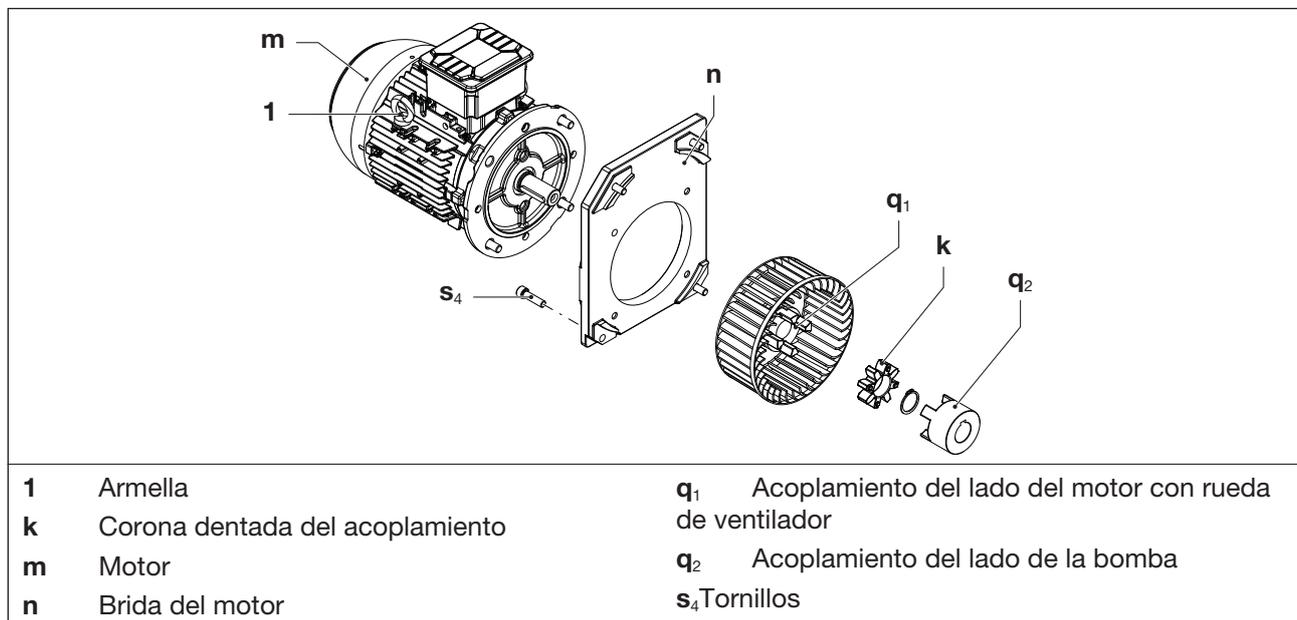

Fig. 9 Acoplamiento
La corona dentada del acoplamiento (Fig. 9/k) se desgasta. Recomendamos revisarla con regularidad (una vez al año).
- Apretar bien la armella (Fig. 9/1) en el motor (Fig. 9/m).
- d) Aflojar los tornillos (Fig. 9/s4) en la brida del motor (Fig. 9/n).
- e) Extraer axialmente la brida del motor (Fig. 9/n) con el motor y su parte del acoplamiento (Fig. 9/q1) y suspenderlo mediante el equipo de elevación.
- f) Comprobar la corona dentada (Fig. 9/k) en busca de daños y desgaste y, dado el caso, cambiarla.
- g) Comprobar asimismo si la rueda del ventilador del acoplamiento del lado del motor (Fig. 9/q1) está dañada y sustituirla si es necesario.
- h) Volver a colocar axialmente el acoplamiento del lado del motor y la brida del motor con el motor y fijarlos a la bomba con los tornillos (Fig. 9/s4). Par de apriete: 25 Nm